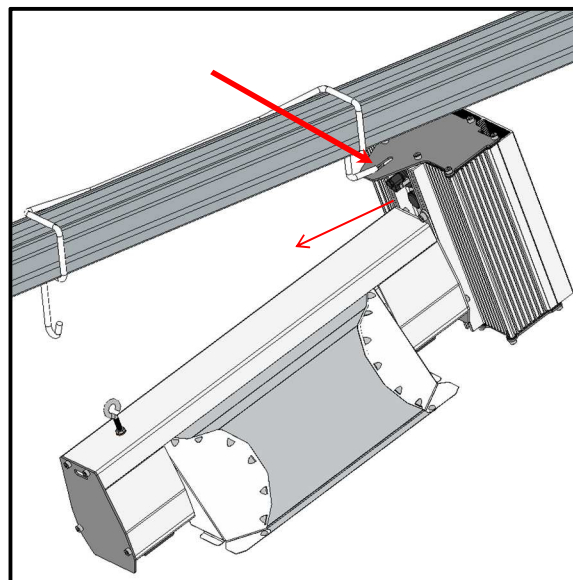

Рисунок 10
- 3) Убедитесь, что гибкие проводники лампы ровные. В случае необходимости выровняйте их. (рис. 10)